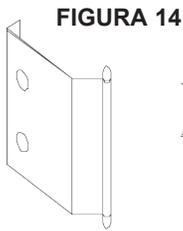

FIGURA 14
**ESPEJOS SERIE 2700:** Posicione la manija sobre dos agujeros de manija preperforados. Insertar los tornillos de las manijas a través de la manija y luego a través del borde de la puerta. Pase la arandela acopada y la tuerca en el tornillo por la parte trasera de la puerta (Figura 14).